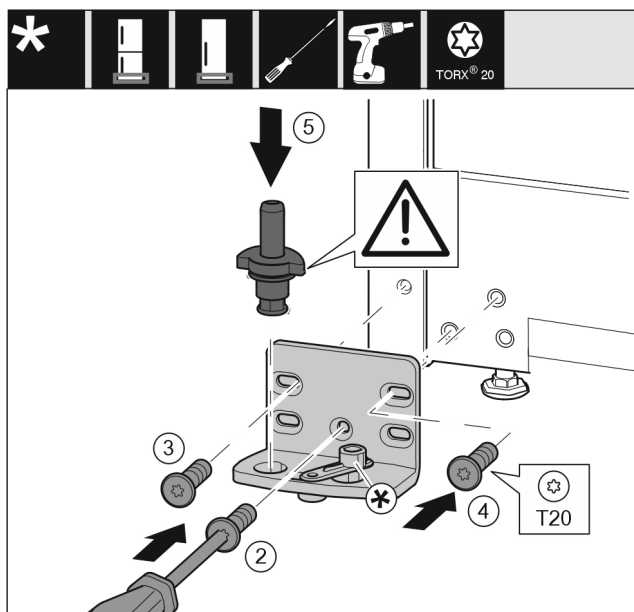

Fig. 18
- Påsæt hængslet på den anden side, og skru den fast med en skruetrækker. Begynd med skruen Fig. 18 (2) forinden i midten.
- Skru skruen Fig. 18 (3) og skruen Fig. 18 (4) fast.
- Sæt lejebolten Fig. 18 (5) helt ind. Sørg for, at låseknasten vender bagud.